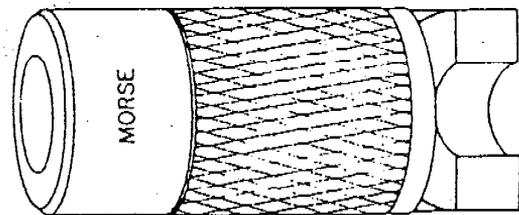

Figura 2
- Calibradores cónicos para ejes, llamados calibres anillos cónico ( Figura 2 ).